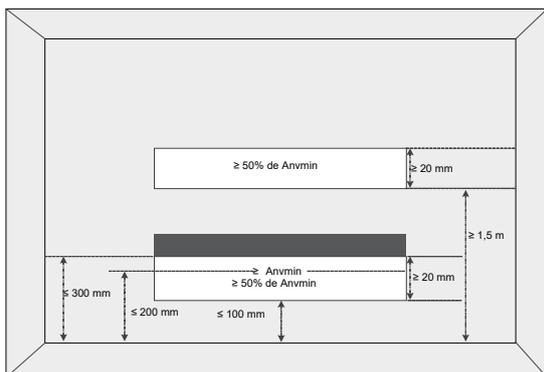

Figura 1-2
- La superficie de la sala (A) se definirá como la superficie de la sala delimitada por la proyección hacia la base de las paredes, las particiones y las puertas del espacio en el que se instala el aparato.
- El área de las salas adyacentes, en la misma planta, conectadas por una abertura permanente en las paredes y/o puertas entre los espacios ocupados, incluidos los huecos entre la pared y el suelo, puede considerarse una sola sala a la hora de determinar el cumplimiento del valor A_{min} , siempre que se cumplan todas las condiciones siguientes tal como se muestra en la Figura 1-2.
- ① La abertura no debe ser inferior a 0,0123 m² (A_{vmin})
- ② La superficie de cualquier abertura por encima de 300 mm desde el suelo no se considerará para determinar el cumplimiento de A_{vmin} .
- ③ Al menos el 50 % de la superficie de la abertura de A_{vmin} debe estar por debajo de 200 mm desde el suelo.
- ④ La parte inferior de la abertura debe estar situada a 100 mm del suelo o menos.
- ⑤ La abertura es una abertura permanente que no puede estar cerrada.
- ⑥ La altura de la abertura no es inferior a 20 mm.
- ① La abertura no debe ser inferior a 0,0062 m² (50% de A_{vmin})
- ② La abertura es una abertura permanente que no puede estar cerrada.